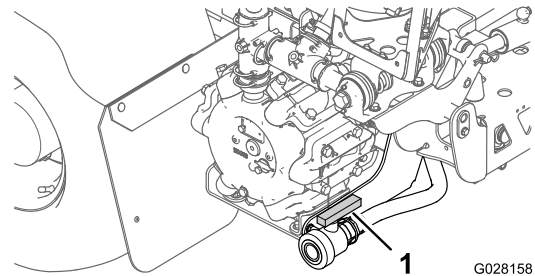

Figura 35
2. Localice la válvula de vaciado del depósito situada en la parte trasera de la máquina (Figura 35).